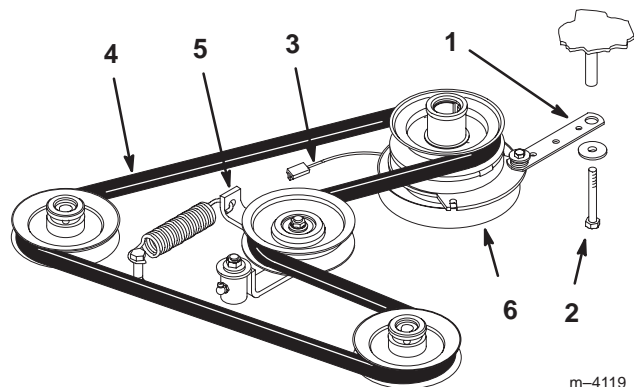

Figure 67
2. Enlevez le boulon de la barrette de l'embrayage et débranchez le fil électrique de l'embrayage (Fig. 67).
3. Écartez la poulie rappelée par ressort. Déposez la courroie de transmission des poulies du moteur et de la pompe hydraulique (Fig. 67).
4. Installez la courroie neuve sur les poulies du moteur et de la pompe hydraulique (Fig. 67).
5. Écartez la poulie rappelée par ressort, alignez la courroie, puis relâchez-la (Fig. 67).